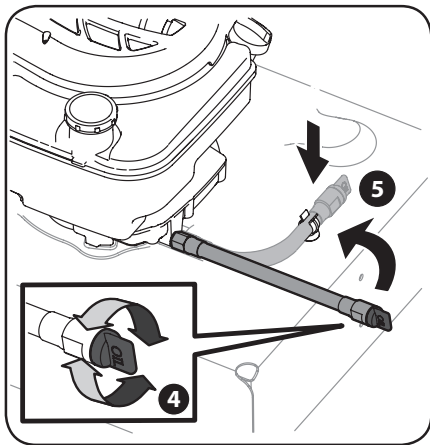

Figura 4-5
4. Una vez que se haya terminado de drenar el aceite, enrosque la tapa nuevamente en el extremo de la manguera de drenaje de aceite. Vea la Figura 4-5.